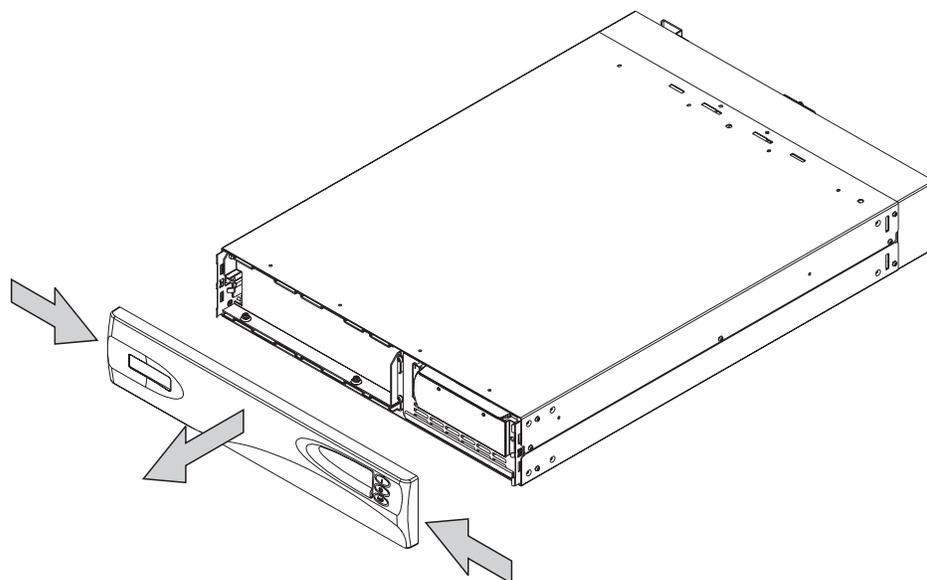

図 112. 無停電電源装置のフロント・パネルの取り外し
3. フロント・パネルの両側面を内側に押し、次に両端を引っ張って、フロント・パネルを取り外します (193 ページの図 112)。